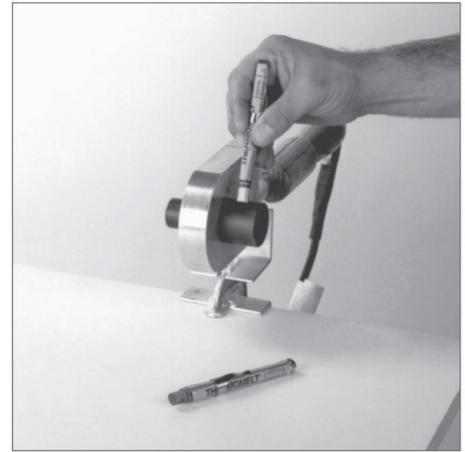

Figure 2
- Vérifier souvent la température de l'outil de chauffe à l'aide du crayon indicateur Tempstick® (pièces FHS500 et FHS525 de CB Supplies) ou d'un pyromètre de surface pour vous assurer que la lecture du thermomètre ou de tout autre outil de mesure de température est précise. (Voir Figure 2) Sous des conditions difficiles ou par temps froid ou venteux, vérifiez la température plus fréquemment.